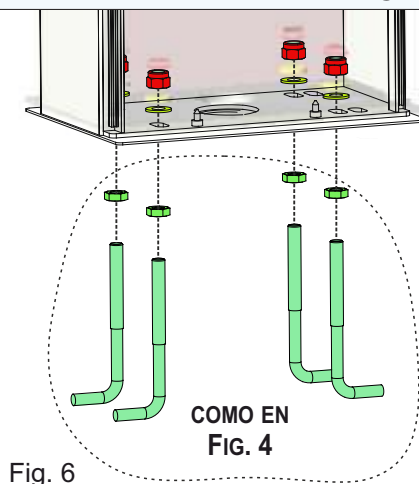

Fig. 6
3.3. Apretar el mueble a la placa de fundación con las tuercas y arandelas proporcionadas - Fig. 6 y Fig. 7